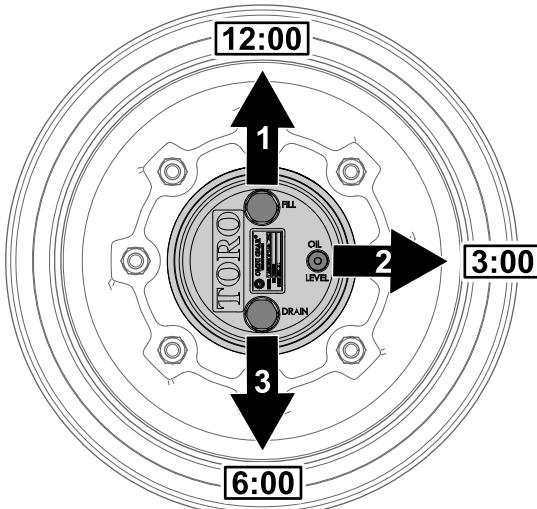

Рисунок 63
1. Припаркуйте машину на ровной поверхности, расположите колесо так, чтобы пробка заливного отверстия находилась в положении «12 часов», пробка контрольного отверстия – в положении «3 часа», а пробка сливного отверстия – в положении «6 часов» (Рисунок 63).
2. Уровень масла должен доходить до низа отверстия контрольной пробки. (Рисунок 63).
отверстия – в положении «3 часа», а пробка сливного отверстия – в положении «6 часов»; см. Рисунок 63 в разделе Проверка масла в планетарном редукторе \(страница 55\).